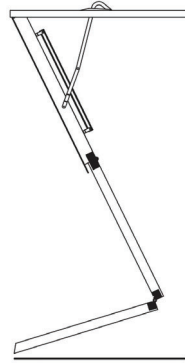

Figura 18 Despliegue secciones de escalera
V. Instalador #1: AHORA PUEDE QUITAR EL CINTILLO PLÁSTICO QUE SOSTIENE JUNTAS LAS SECCIONES DE LA ESCALERA DE ÁTICO. Con las pinzas cortacable, remueva el cintillo plástico que sostiene las secciones de la escalera en posición cerrada. Cuidadosamente despliegue las secciones de la escalera al suelo. Posicione la sección inferior detrás de la sección media. Ver Figura 18.